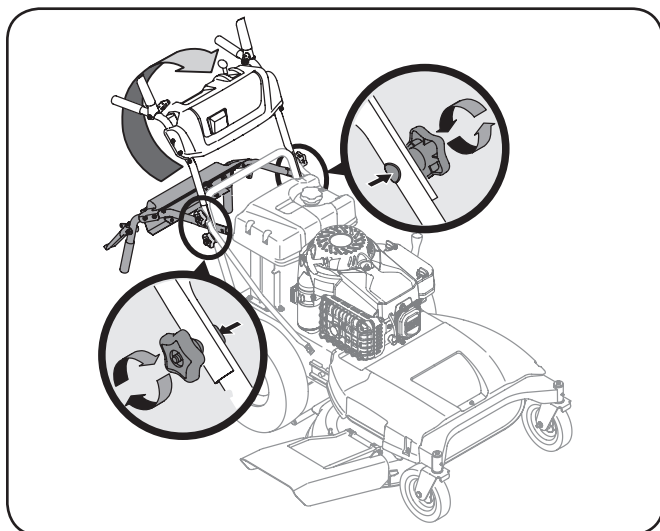

Figura 3-4
2. Gire la manija superior a la posición de funcionamiento. Tenga cuidado de no presionar los cables. Vea Figura 3-4.
4. Ajuste las perillas en estrella superiores e inferiores y los tornillos del carro para asegurar la manija superior a la inferior. Vea Figura 3-4.